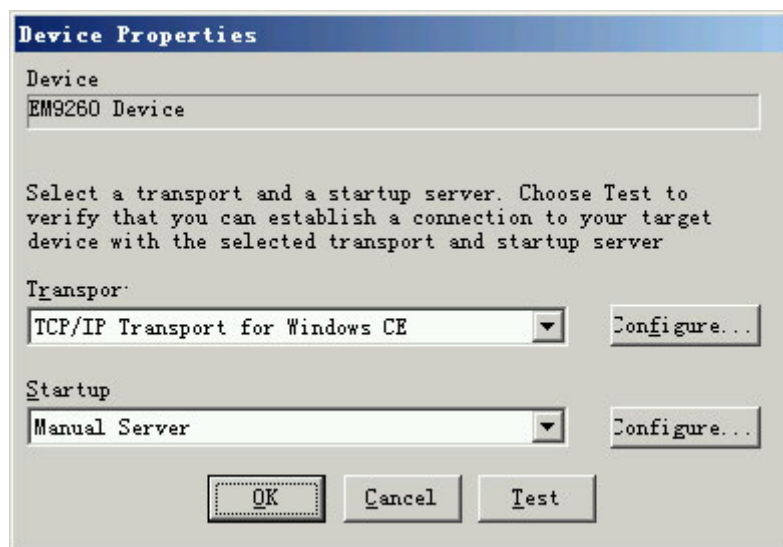

图 3-18 选择要修改的属性
5、在 Device Properties 对话框的 Transport 中选择 **TCP/IP Transport for Windows CE**，在 Startup 中选择 **Manual Server**，然后选择 Transport 右边的 **Configure...**，如图 3-18。